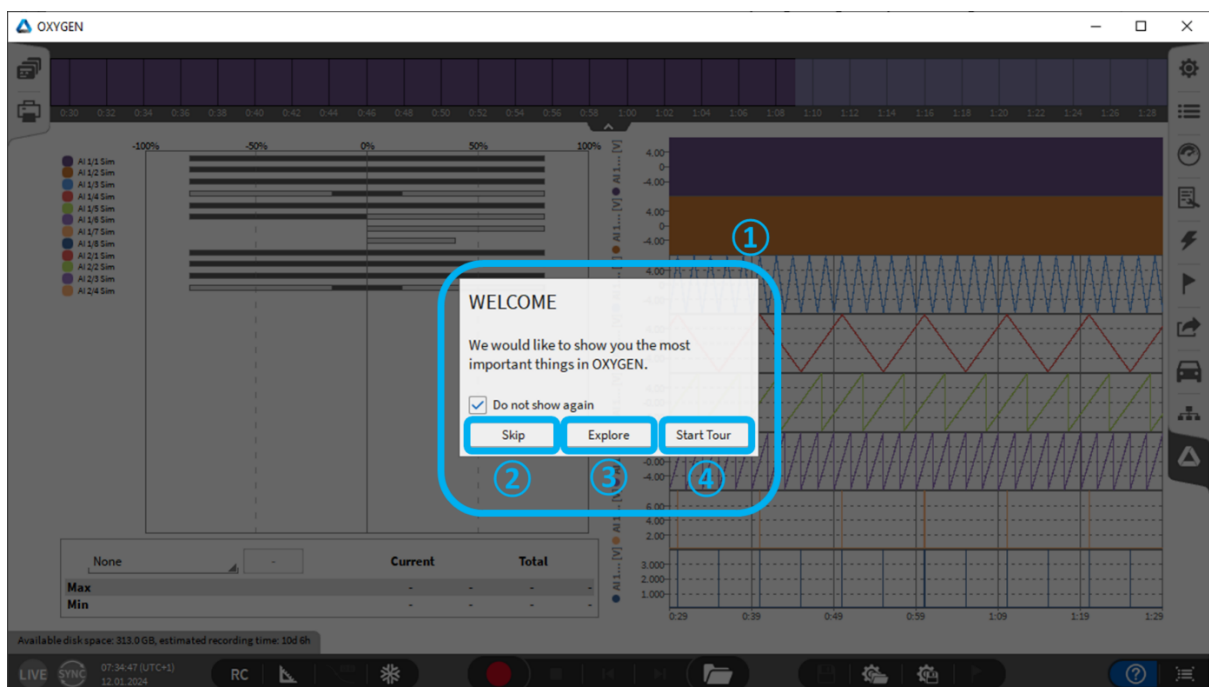

Abb. 3.1: Willkommen
Nachdem die Software gestartet wurde, beginnt automatisch eine „Welcome Tour“ die Sie durch die grundlegenden Funktionalitäten von OXYGEN leitet. Dafür erscheint zu Beginn ein Fenster (siehe ① in Abb. 3.1).
- „Überspringen“ (siehe ② in Abb. 3.1): Überspringen Sie die Einführung in OXYGEN
- „Erkunden“ (siehe ③ in Abb. 3.1): Die Einführung wird gestartet. Nun werden alle verfügbaren Icons und Buttons am Messbildschirm rot umrandet. Wenn Sie mit dem Mauszeiger über einen umrandeten Bereich navigieren, wird ein kurzer beschreibender Text zur Funktion dargestellt. Mit einem Klick auf „x“ (siehe ② in: numref:welcome2) können Sie die Einführung beenden.
- „Tour starten“ (siehe ④ in Abb. 3.1): Lassen Sie sich durch die verschiedenen grundlegenden Funktionen von OXYGEN leiten. Durch einen Klick auf „<<“ oder „>>“ (siehe ① in Abb. 3.3) ist es möglich durch die einzelnen Icons, Buttons und Anzeigen durchzuspringen, die Beschreibungen werden für den jeweiligen Bereich automatisch dargestellt. Mit einem Klick auf „x“ (siehe ① in Abb. 3.3) können Sie die Einführung beenden.